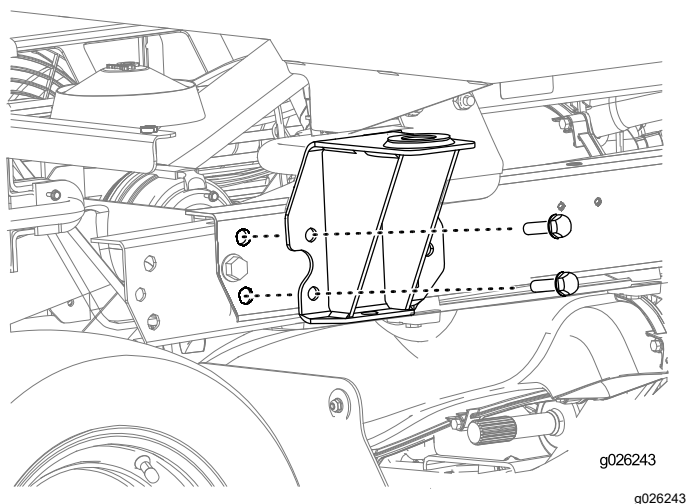

Figura 25
1. Montate le staffe posteriori sulla macchina (Figura 25) utilizzando la bulloneria rimossa dal ROPS in Rimozione del gruppo ROPS \(pagina 6\).